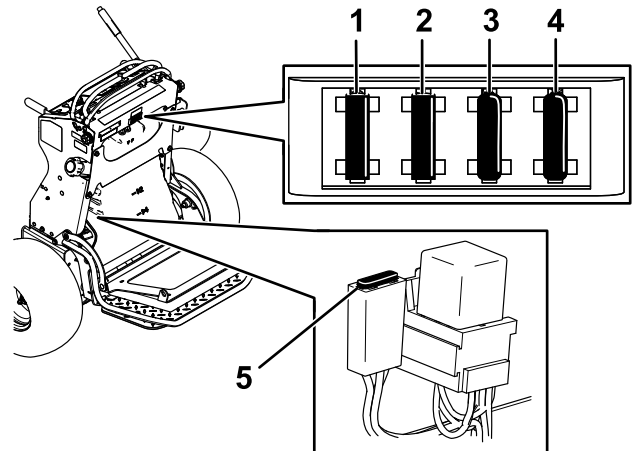

Figura 56
5. Extraiga el fusible y sustitúyalo (Figura 56).